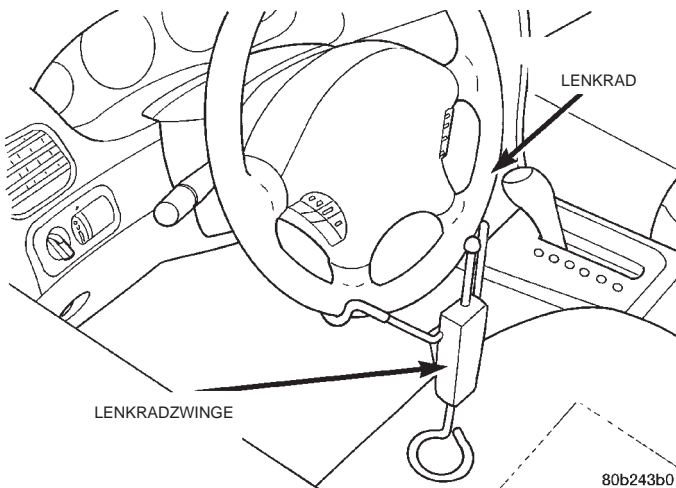

Abb. 21 Fixiertes Lenkrad—Typisch
(9) Lenkrad mit einer Lenkradzwinge fixieren (Abb. 21).
ACHTUNG! Bevor die Lenksäulenkupplung auseinandergebaut wird, muss das Lenkrad unbedingt in Geradeausstellung fixiert werden (Abb. 21). Andernfalls könnte es sich nach dem Auseinanderbauen der Lenksäulenkupplung drehen und die Kontaktschleife beschädigen. Diese müsste dann ausgetauscht werden.
(13) Unterdruckversorgungsschlauch für Bremskraftverstärker am Ansaugkrümmer montieren und mit der Schlauchklemme fixieren.
(14) Hauptbremszylinder am Bremskraftverstärker anbauen. Die beiden Befestigungsmuttern aufschrauben und mit einem Anzugsmoment von 28 N·m (250 in. lbs.) festziehen.
(15) Lenkradzwinde abbauen (Abb. 21).